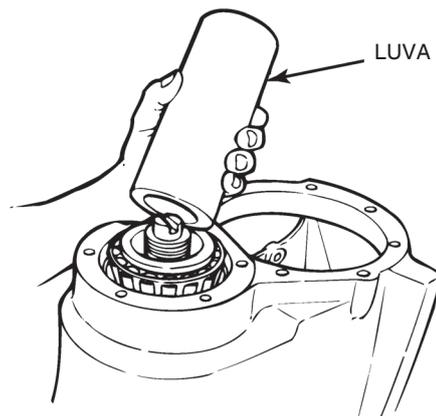

Figura 5.9
4. Use uma prensa e uma luva para instalar o cone do rolamento externo no pinhão. Aplique não mais que 2 toneladas (1814 Kg) de força para verificar se o rolamento cone está corretamente instalado. Figura 5.9.